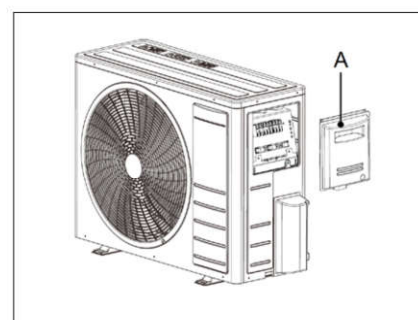

fig. 26 -
1. Verwijder het zijpaneel (onderdeel A - "afb. 26 -").